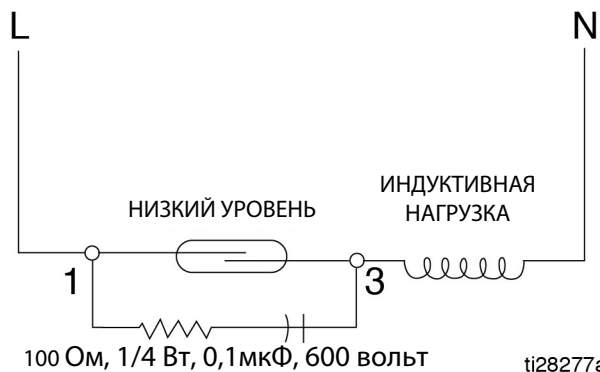

Рис. 5
**Напряжение перем. тока** - Рекомендуется подсоединение параллельно реле резистора и конденсатора (высокий импеданс 60 Гц), показано на Рис. 5.